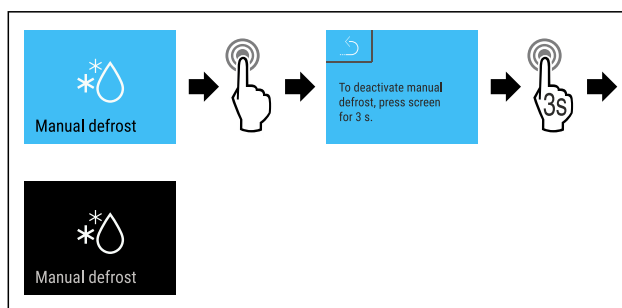

Fig. 133
- ▶ Seguir los pasos de procedimiento (consulte Fig. 133) .